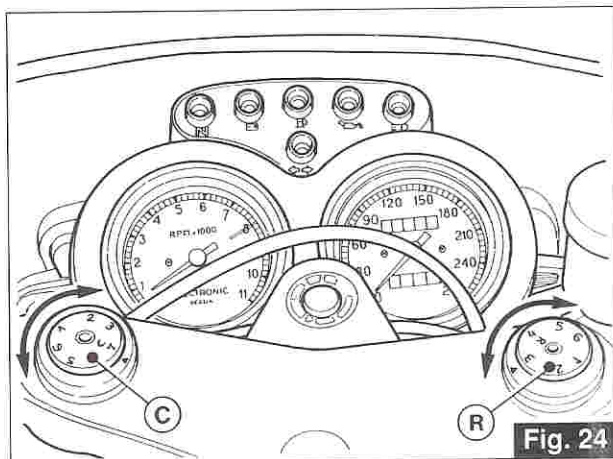

Fig. 24
5.5 REGISTRAZIONE FORCELLA TELESCOPICA REGOLABILE (fig. 24)
5.5 ADJUSTMENT OF TELESCOPIC FORK (fig. 24)